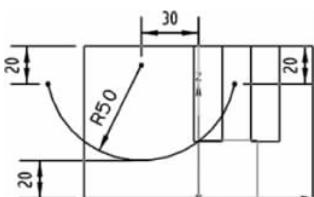
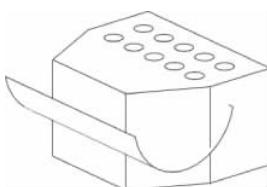
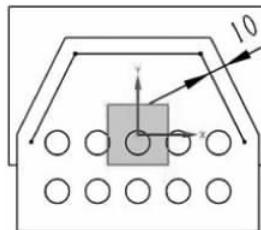

图 3-8 草绘截面(二)
图 3-9 创建拉伸曲面
图 3-10 创建偏置曲线
(12) 单击“拉伸”按钮 $\square$ ,以 YZ 平面为草绘平面,绘制一条圆弧,如图 3-8 所示。
(13) 单击“完成草图”按钮 $\checkmark$ ,在【拉伸】对话框中“指定矢量”选“XC  $\uparrow$ ” $[xc]$ ,“结束”选“对称值”,“距离”为 80mm。
(14) 单击“确定”按钮,生成拉伸曲面,如图 3-9 所示。
(15) 单击“拉伸”按钮 ,以零件上表面为草绘平面,X 轴为水平参考,单击“确定”按钮。
(16) 在主菜单中选取“插入|来自曲线集的曲线|偏置曲线”命令,在辅助工具条中选“仅在工作部件内”和“单条曲线”,选取实体的边线,偏移距离为 10mm,如图 3-10 所示,单击“确定”按钮,创建偏置曲线。